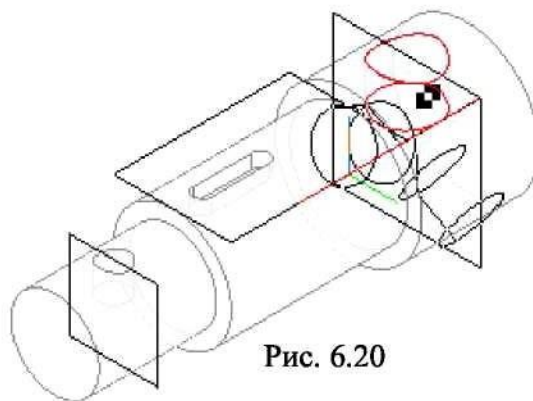

Рис. 6.20
7. Так как в одной из ступеней вала выполнено три одинаковых отверстия, то для их формирования используем команду  **Массив по концентрической сетке** (рис. 6.20).